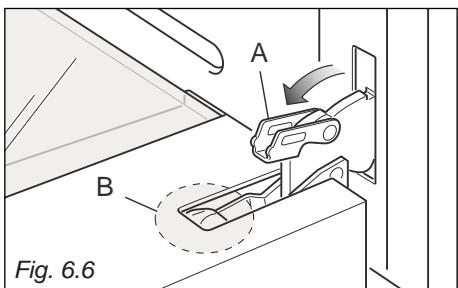

Fig. 6.6
- Låsebøylene "A" åpnes på høyre og venstre side (Fig. 6.6).
- Lukk forsiktig ovnsdøren inntil venstre og høyre låsebøyler hektes til hengslene "B" på ovnsdøren (Fig. 6.6, 6.7).